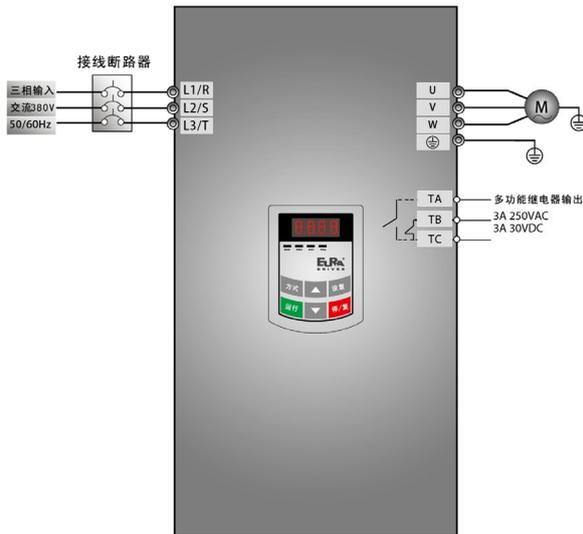

图 5-6 接线图 1
(1) 按图 5-6 配线，检查接线正确后，合上空气开关，变频器上电；
- (2) 按方式键，进入编程菜单。
- (3) 设置变频器的功能参数
(2) 按方式键，进入编程菜单；
(3) 设置变频器的功能参数；